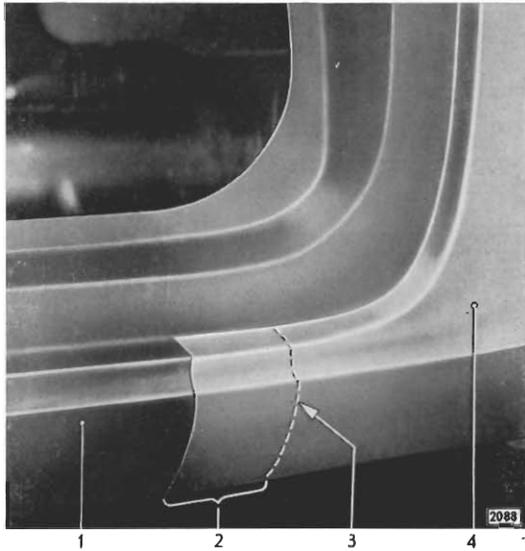
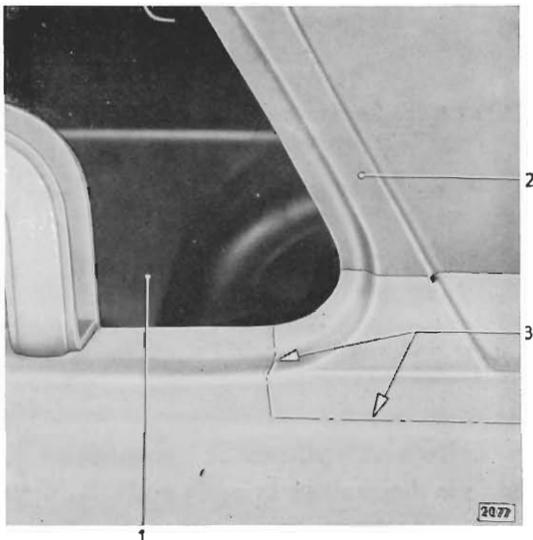
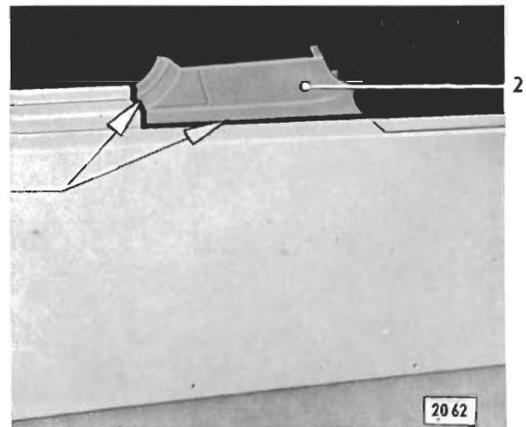

Bild 101 - Trennschnitt am Übergang zur Einstiegverkleidung an neuer Seitenwand angerissen
Bild 102 - Trennschnitt an Rückwandscheibensäule an neuer Seitenwand angerissen
Bild 103 - Seitenwand an Rückwandscheibensäule ausschneiden
- b) den Übergang der Seitenwand zur Rückwandscheibensäule (Bild 102) und
- c) den Übergang der Seitenwand zur Einstiegverkleidung (Bild 101).
Am Übergang der Seitenwand zur Einstiegverkleidung (101/1) Verlauf der vorhandenen Schnittkante durch die Einstiegverkleidung der Karosserie an der Einstiegverkleidung der neuen Seitenwand markieren (Bild 101).
An der Rückwandscheibensäule (102/2) am Übergang des senkrechten Seitenwandfensterfalzes in den unteren waagrechten Seitenwandfensterfalz Verlauf der senkrechten Schnittkante an neuer Seitenwand markieren (Bild 102).
Zu Bild 101 und 102
Seitenwand von Karosserie wieder abnehmen. An der Einstiegverkleidung (Bild 101) über die Markierungslinie (101/3) herausragendes Stück (101/2) der Seitenwand abschneiden. An der Rückwandscheibensäule das in Bild 103 gezeigte Anschlußstück (103/2) herausschneiden. Dabei die nach Bild 102 vorgesehene Markierung der Schnittkante genau beachten.